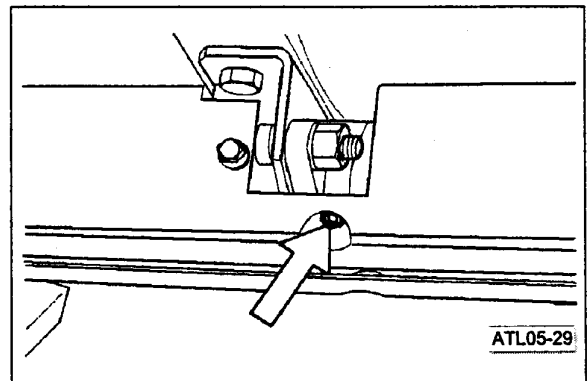

Fig.5-30 -Engrasador cojinete árbol de transmisión eje delantero.
- Cojinete soporte árbol de transmisión tracción delantera (Fig.5-30)